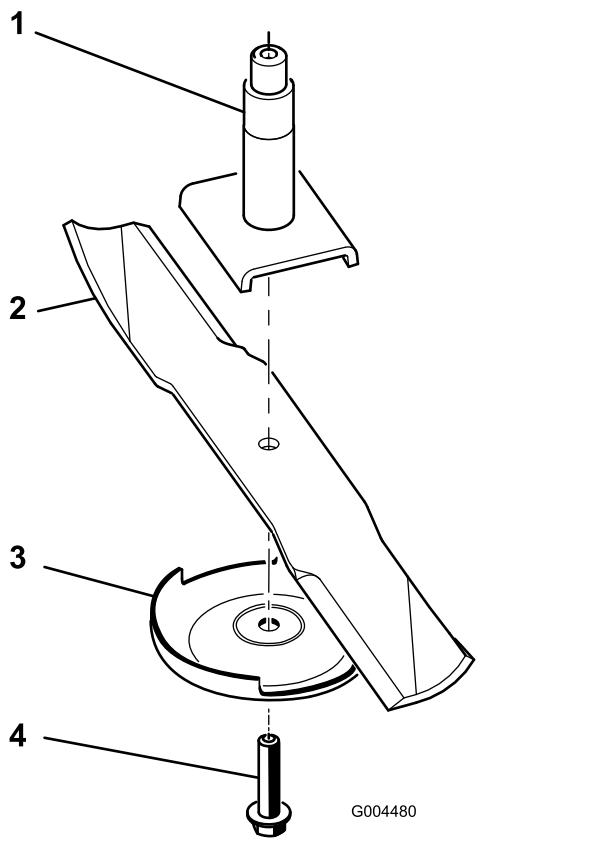

Figura 77
Nota: Si la cuchilla se mantiene horizontal, está equilibrada y puede utilizarse. Si la cuchilla no está equilibrada, rebaje algo el metal en la parte de la vela solamente (Figura 77). Repita este procedimiento hasta que la cuchilla esté equilibrada.
1. Instale la cuchilla en el eje (Figura 77).
2. Instale la placa protectora de césped y el perno de la cuchilla (Figura 77).